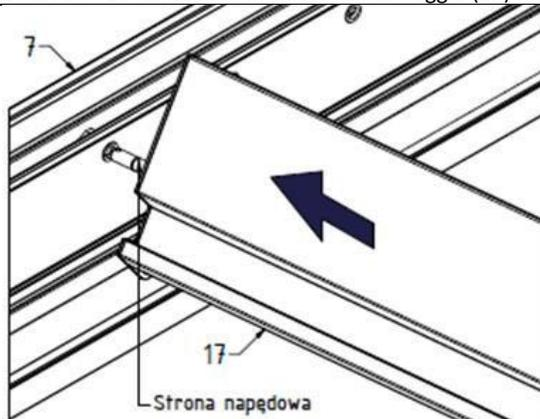

Fig. 15
Inserire le lamelle motrici una ad una nei fori contrassegnati della trave di spinta motrice. Sollevare le lamelle sopra la trave, inserirle diagonalmente nella trave di spinta motrice (7) - fig. 15, quindi abbassare l'estremità opposta e inserirla nella trave di spinta del cuscinetto (8). L'estremità sul lato del cuscinetto deve essere fissata dall'interno della trave con una fascetta.